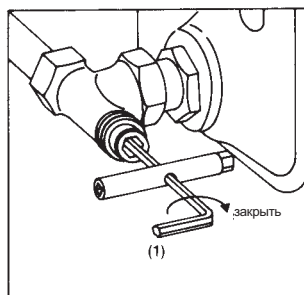

Рис. 1
- 1.2 Закрывать шпindel вентиля шестигранным ключом SW 4 (1) поворотом вправо (рис. 1).